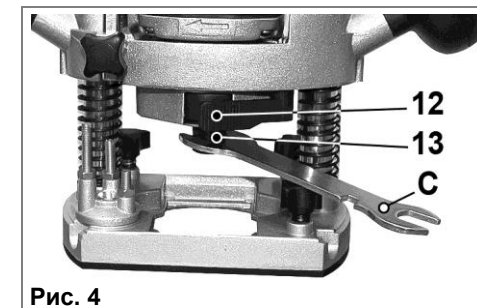

Рис. 4
7.2. Установка фрезы в цанговый зажим и замена цангового зажима (Рис. 4).